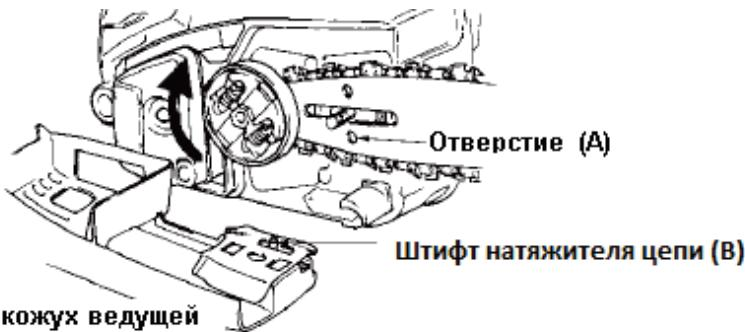

Рис.4
6. Выровняйте шину и наденьте ее на направляющий выступ со шпилькой (Рис.4).
7. Удерживая шину так, чтобы цепь лежала в ее пазу, наденьте крышку ведущей звездочки. Штифт натяжителя цепи (B) должен войти в отверстие «A» на шине (Рис.4).